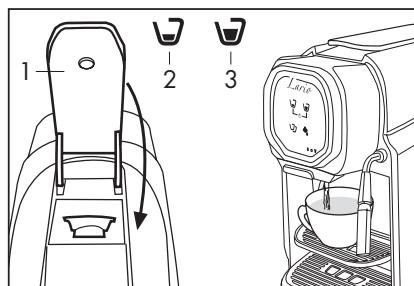

Fig. 10
- Cierre completamente la palanca (1), pulse un símbolo de dispensación (2-3) según el propio gusto pulsando nuevamente para detener la dispensación cuando se alcanza la cantidad deseada de café o de la bebida (Fig. 10).